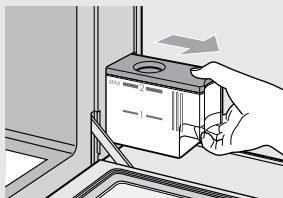

Figure 1
2. Lors de la première utilisation, lavez le réservoir et le couvercle. (Figure 1)